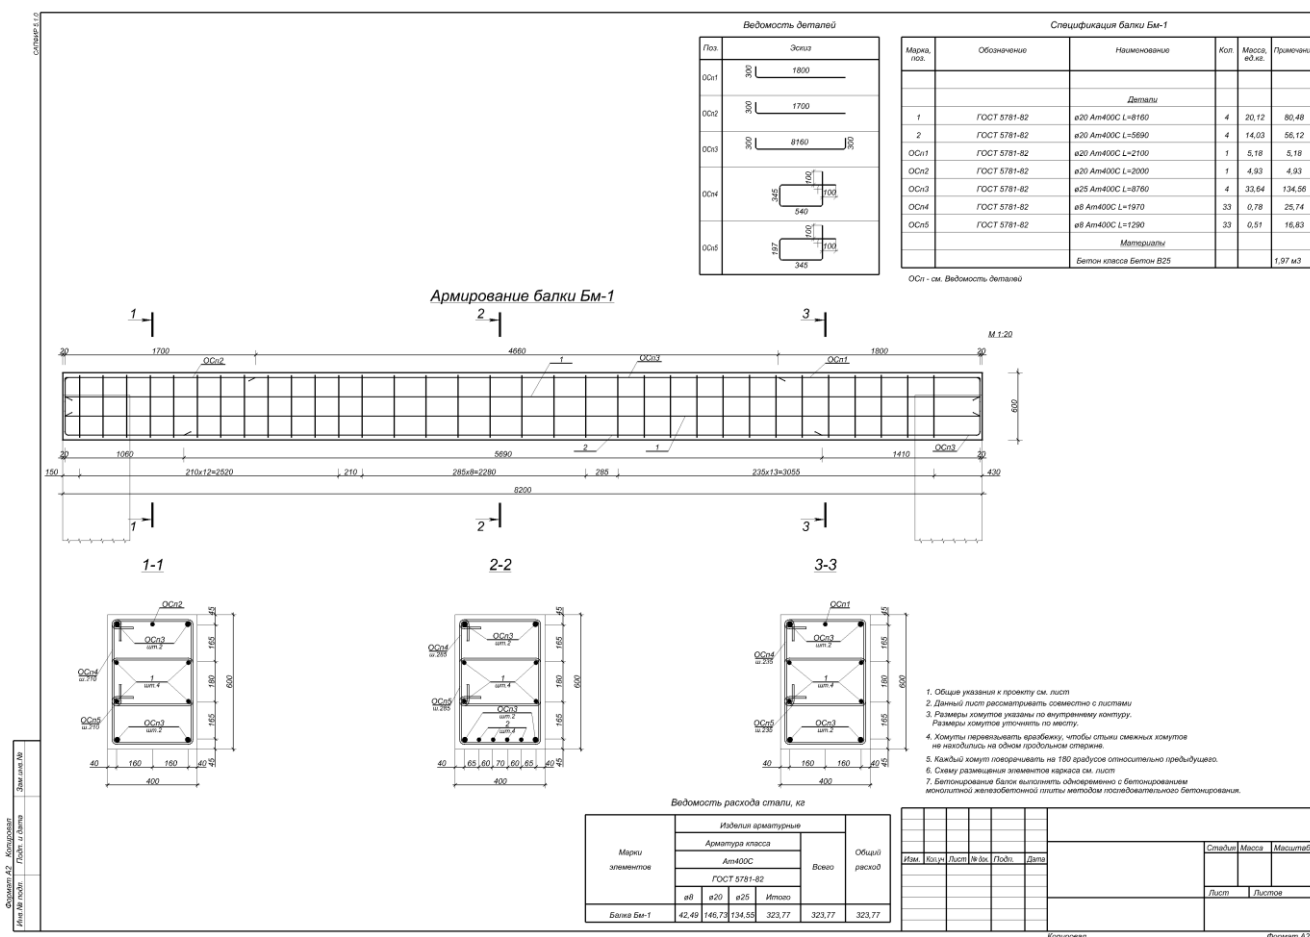

Рис.7.29. Чертеж армирования балки
- В диалоговом окне **Виды** щелкните по строке **Бм-1** в папке **Сборочные узлы** и удерживая нажатой левую кнопку мыши, затащите модель армирования балки на лист (рис.7.29).